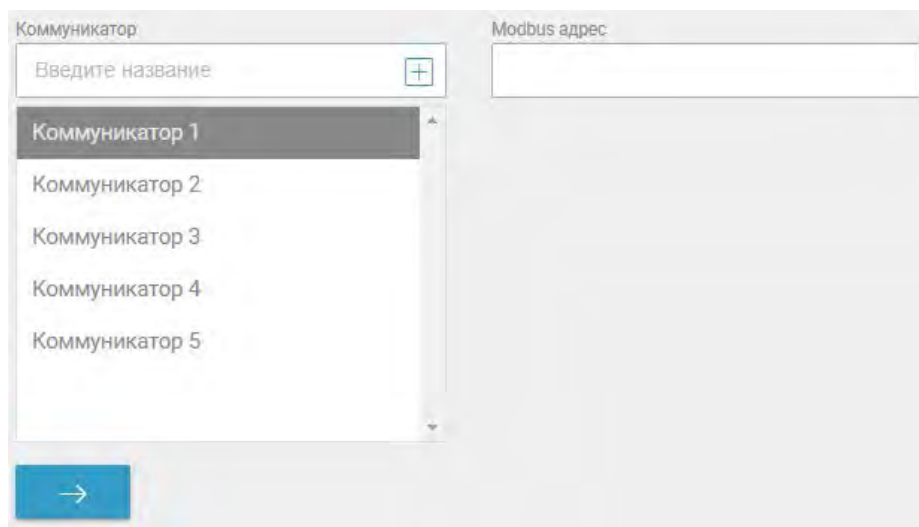

Рис. 4.5.6. Фрагмент. Шаг четвертый: настройка линии связи
- **Внешние.** Для настройки линии связи снимите признак «встроенный» и установите курсор в поле «коммуникатор». Система покажет список всех доступных коммуникаторов. Выберите коммуникатор необходимый Вам (см. рис. 4.5.6).